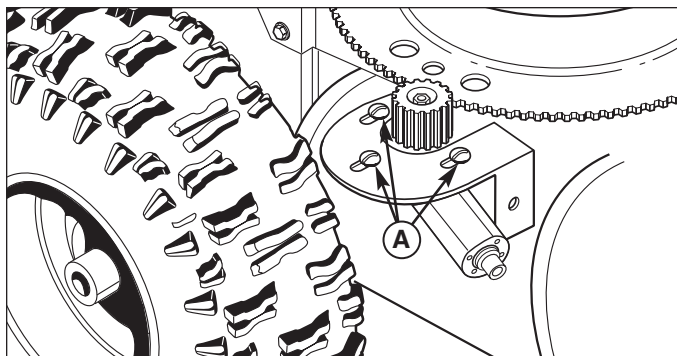

Figure 20. Réglage du moteur de rotation de la manche d'éjection
3. Desserrer les vis à tête (A, Figure 20) de fixation du moteur de rotation et ajuster l'engrènement du pignon du moteur sur la couronne. Serrer les vis.